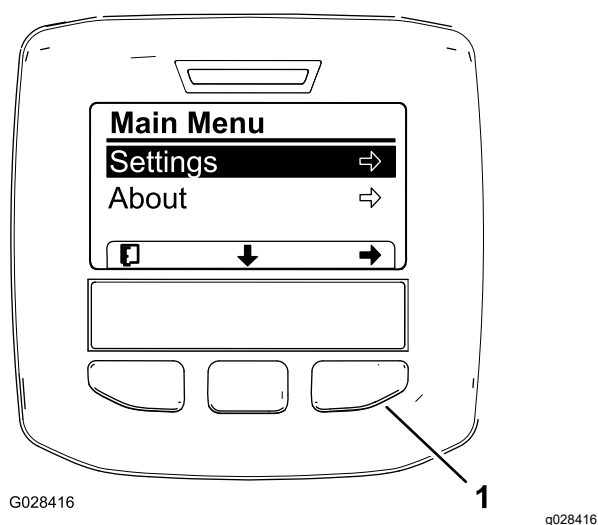
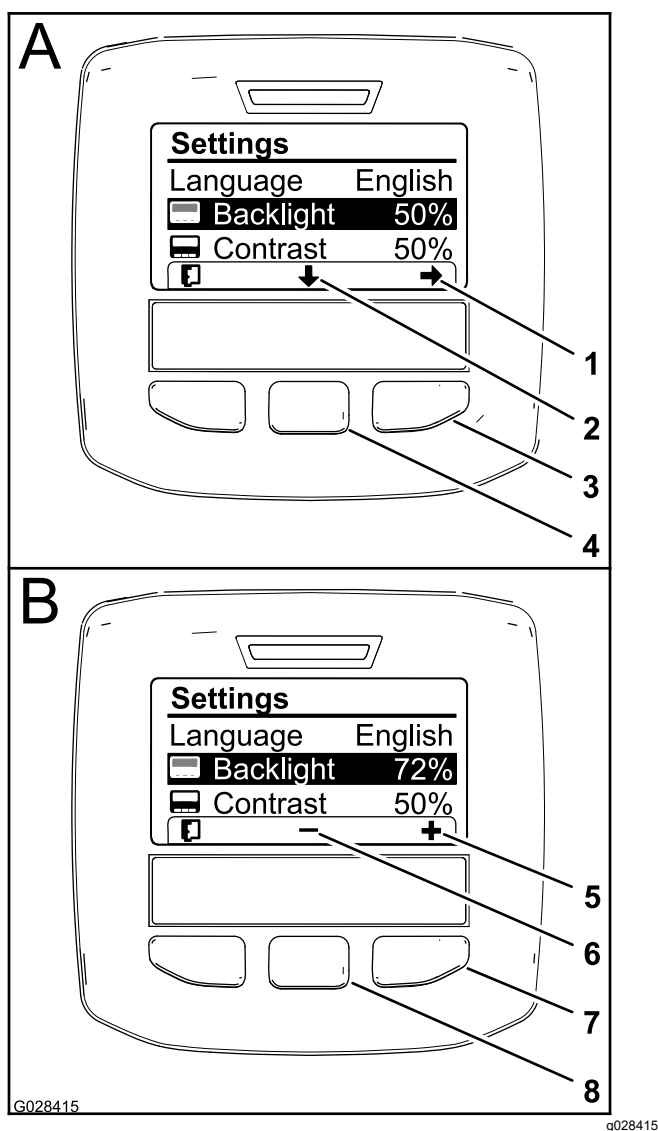

Figura 61
Figura 63
3. Apăsai pe butonul central de selecție pentru a accesa meniul principal (Figura 61).
5. Apăsai pe butonul de selectare stânga pentru a vă salva selecțiile, părăsii meniul Settings (Setări) i revenii la meniul principal (Figura 61).
2. Pentru a regla nivelul iluminării de fundal al afiajului, apăsai butonul de selectare central (butonul de sub pictograma săgeată în jos de pe afiaj) pentru a muta opiunea selectată în jos, la setarea Backlight (Iluminare de fundal) (Figura 63).
3. Apăsai butonul de selectare dreapta pentru a afia contextul de ajustare a valorii (Figura 63).
4. Utilizai butonul de selectare central i butonul de selectare dreapta pentru a modifica nivelul de luminozitate al afiajului (Figura 63).
5. Apăsai pe butonul de selectare din stânga (butonul de sub pictograma listă de pe afiaj) pentru a vă salva selecția, închideți meniul Backlight (Iluminare de fundal) i revenii la meniul Settings (Setări) (Figura 63).
6. Pentru a regla nivelul de contrast al afiajului, apăsați butonul de selectare central (butonul de sub pictograma săgeată în jos de pe afiaj) pentru a muta opțiunea selectată în jos, la setarea Contrast (Contrast) (Figura 63).
7. Apăsai butonul de selectare dreapta pentru a afia contextul de ajustare a valorii (Figura 63).
8. Apăsai pe butonul de selectare din stânga (butonul de sub pictograma listă de pe afiaj) pentru a vă salva selecția, închideți meniul Contrast (Contrast) i revenii la meniul Settings (Setări) (Figura 63).
9. Apăsai pe butonul de selectare stânga pentru a părăsi meniul Settings (Setări) i revenii la meniul principal (Figura 61 i Figura 63).
10. Apăsai butonul de selectare din stânga pentru a reveni la ecranul de pornire (Figura 63).